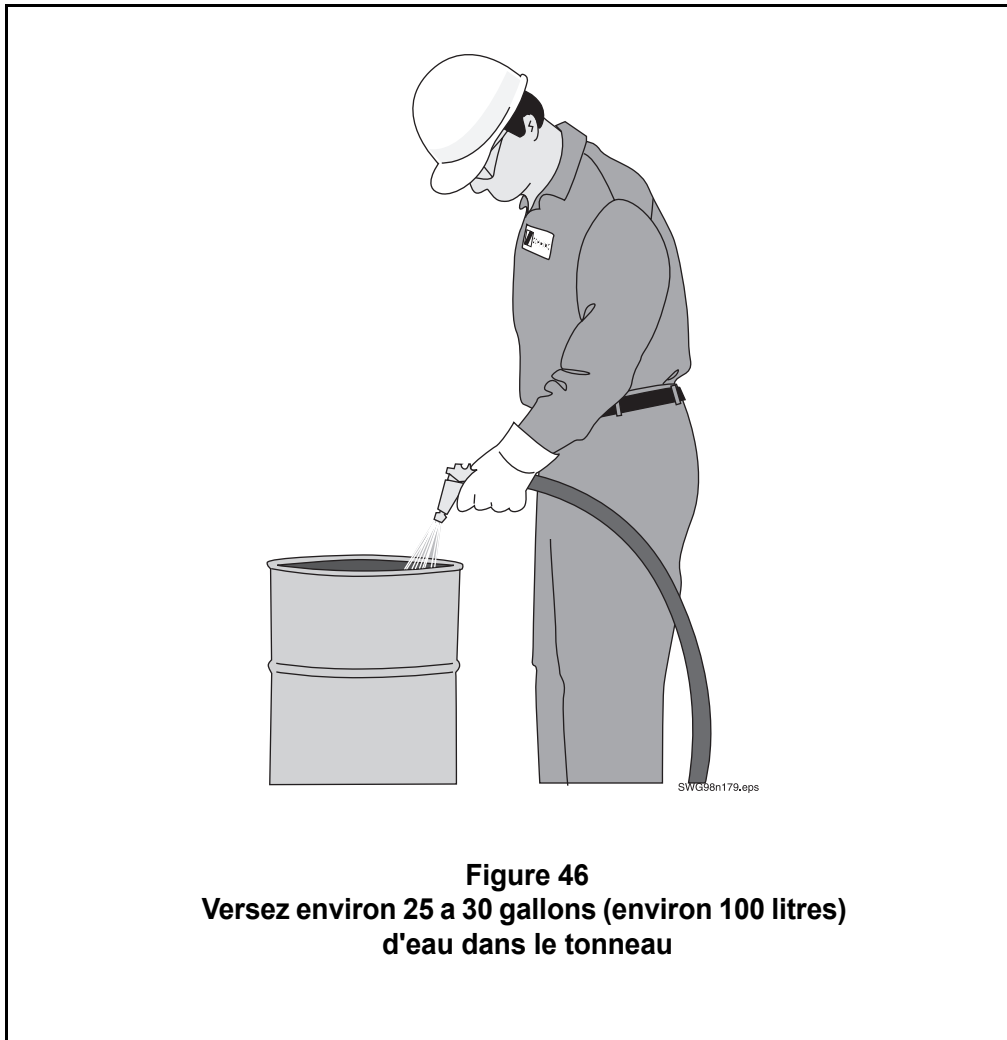

Figure 46
- Si vous utilisez du ciment portland et de l'eau pour votre coulis de lubrification, installez maintenant les éléments nécessaires (Figure 46). Placez votre tonneau, votre pelle et votre sac de ciment portland sur le sol derrière votre trémie. Remplissez votre tonneau d'environ 25 à 30 gallons d'eau (environ 100 litres). (Certes, vous pouvez sauter cette étape si le coulis est livré par une société de malaxage ou si vous utilisez un mélange de coulis en poudre.)